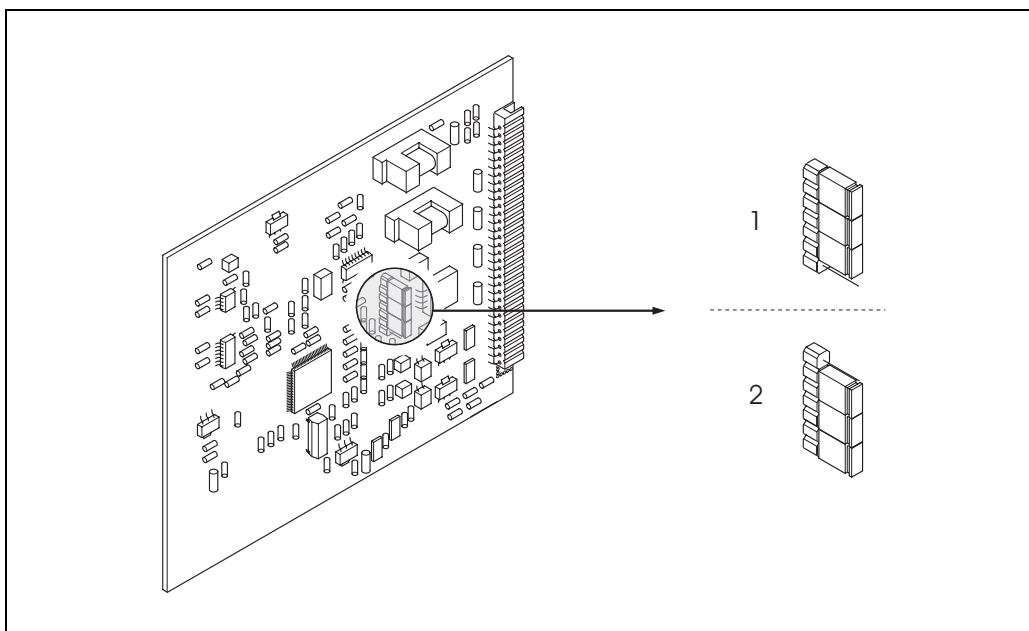

Fig. 33: Configurazione dell'uscita in corrente (scheda di I/O fissa)
3. Posizionare i ponticelli come da Fig. 33.